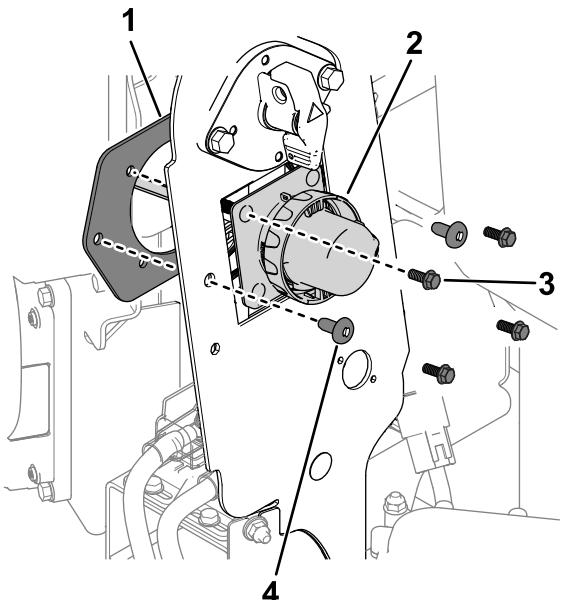

図2
2. チャージャコネクタとコネクタプレートをフレームパネルに固定しているハードウェアを取り外す(図2)。